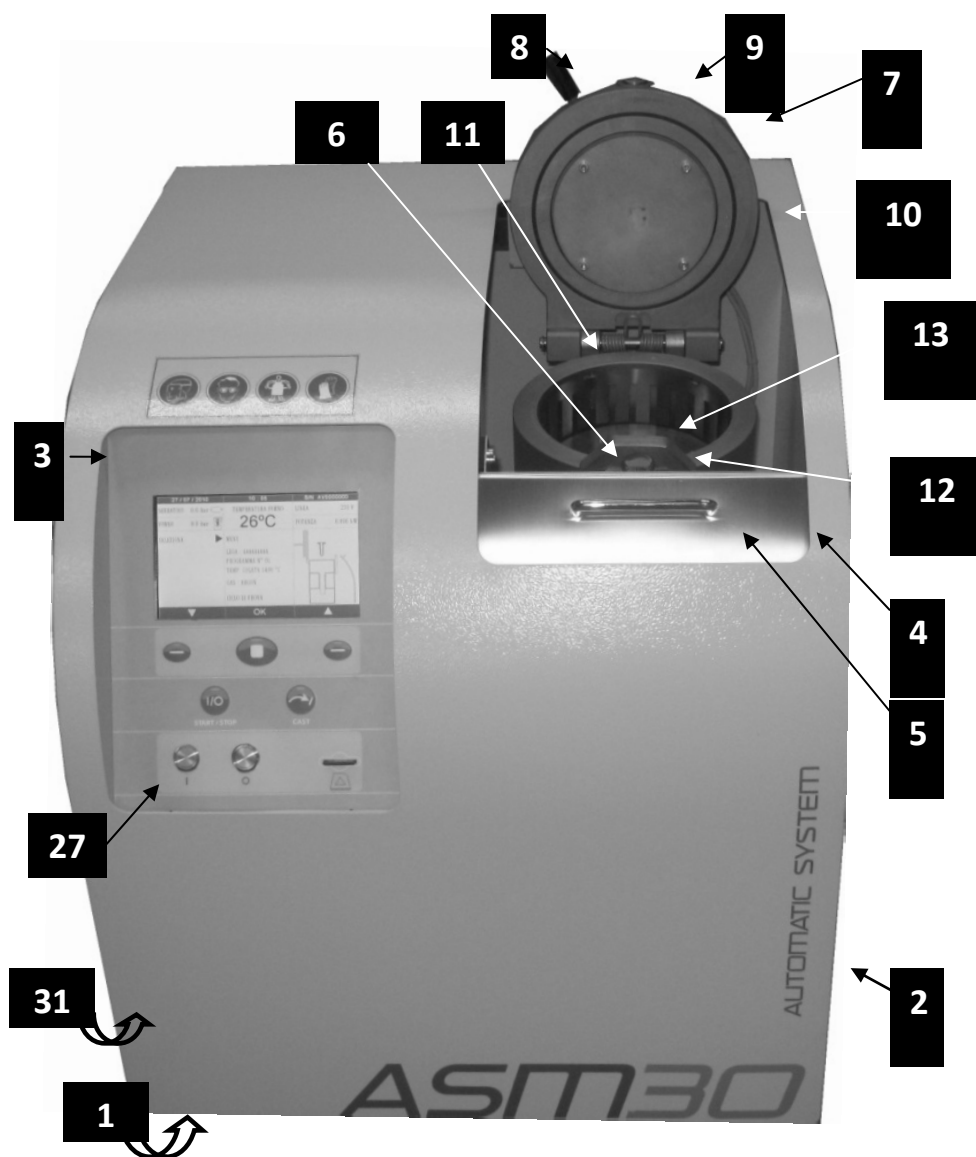

Fig. 1
- Rahmen, in dem alle andere Teile untergebracht sind; (Pos.1 Abb.1).
- Ein abnehmbarer Unterbau (Pos.2-Abb. 1) mit einer Seitentür (Pos.3-Abb.1), über die die elektrischen und pneumatischen Bauteile in Augenschein genommen werden können sowie einer oberen Klappe (Pos.4-Abb.1), die dem Bediener während des automatischen Zyklus als Schutz dient.
- Ein Ofen (Pos.6, Abb.1) mit Deckel und entsprechendem Verschluss (Pos.7, Abb.1).
Ebenfalls auf der linken Seite des Unterbaus befindet sich das Bedienfeld (Pos.27, Abb.1) mit Platinen, Ein- und Ausschaltern, Funktionstasten, Farbdisplay und Anschlussbuchse mit SD.